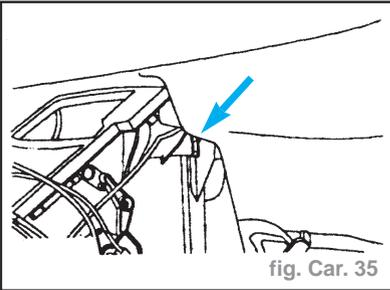

fig. Car. 35
- Déposer l'écrou. (fig. Car. 35)